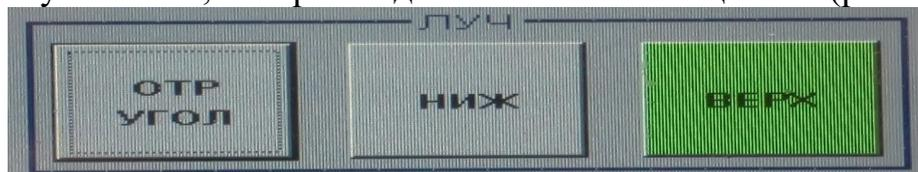

Рис. 5.26. Установка режим луча «верхний луч» на панели МПС 12
5) установить на панели МПС 12 режим луча «верхний луч», для чего нажать кнопку «ВЕРХ», которая подсветится зеленым цветом (рис. 5.26).
5) установить на панели МПС 12 режим луча «верхний луч», для чего нажать кнопку «ВЕРХ», кнопка подсветится зеленым цветом (см. рис. 5.26).